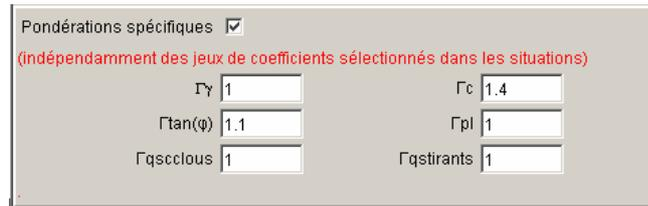

Figure 61 : boîte de dialogue *Caractéristiques des sols* : zone "Pondérations spécifiques"
- **Pondérations spécifiques** : ces pondérations spécifiques qui peuvent être activées par une case à cocher et définies pour chaque couche (Figure 61) remplacent au